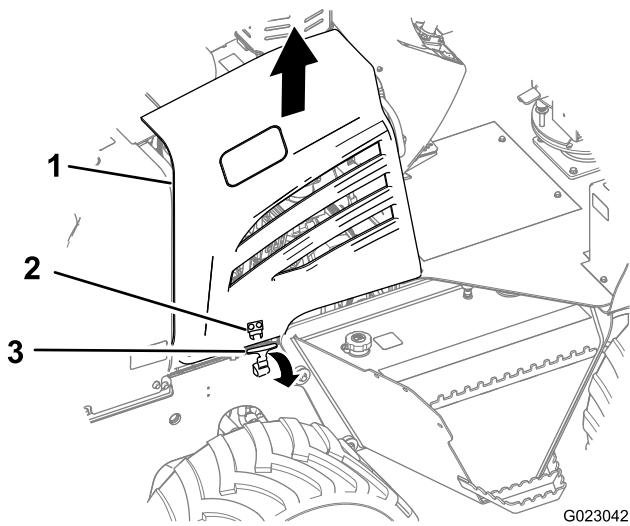

Рисунок 36
- Потяните вверх за ручку защелки панели и отверните защелку, освободив ее от фиксирующего кронштейна (Рисунок 36).
- Поднимите боковую панель прямо вверх и снимите ее с машины (Рисунок 36).
- Потяните за ручку защелки панели наружу и отверните вверх, до совмещения с фиксирующим кронштейном (Рисунок 36).